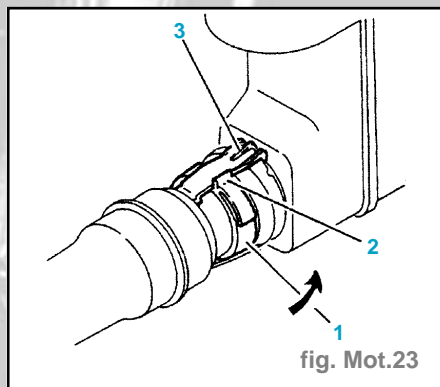

fig. Mot.23
- Tourner la bague (1) d'un demi-tour dans le sens inverse des aiguilles d'une montre jusqu'à amener la butée (2) contre la languette (fig. Mot. 23).
- Tourner la bague (2) d'un demi-tour dans le sens des aiguilles d'une montre (fig. Mot. 23).
- Présenter le raccord en veillant à la bonne mise en position du joint jusqu'à encliquetage des deux languettes (3).
- Tirer le raccord en arrière afin de positionner correctement les languettes (3).